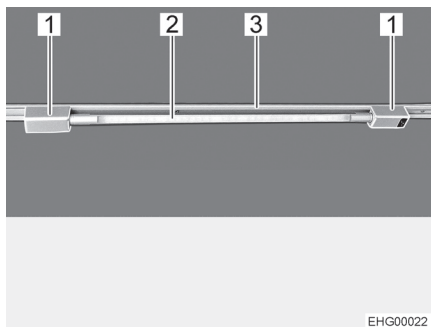

Fig. 26 Tubo fluorescente
- Insertar ambos sujetadores (Fig. 26,1) en el riel (Fig. 26,3). Para ello, girar el sujetador 90°.
- Enchufar el cuerpo de la lámpara (Fig. 26,2) en uno de los sujetadores.
- Rotar el cuerpo de la lámpara (Fig. 26,2) hasta que se haya obtenido el efecto de iluminación deseado.